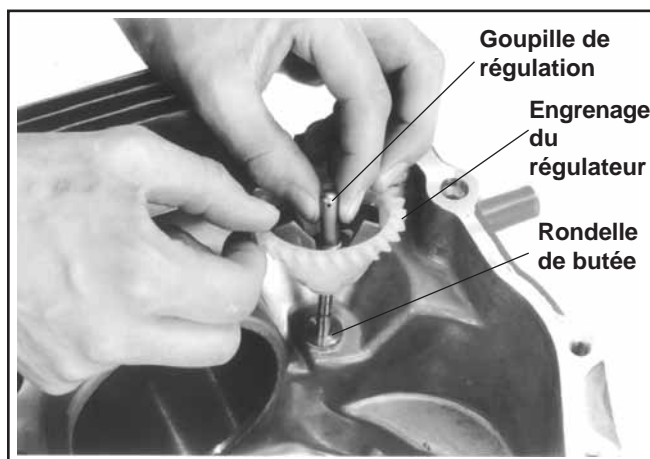

Figure 11-1. Installation du réducteur du régulateur.
2. Positionner la goupille de régulation sur le réducteur du régulateur/les volants, comme indiqué à la figure 11-1. Faire glisser le réducteur du régulateur/la goupille de régulation sur l'arbre du réducteur du régulateur.